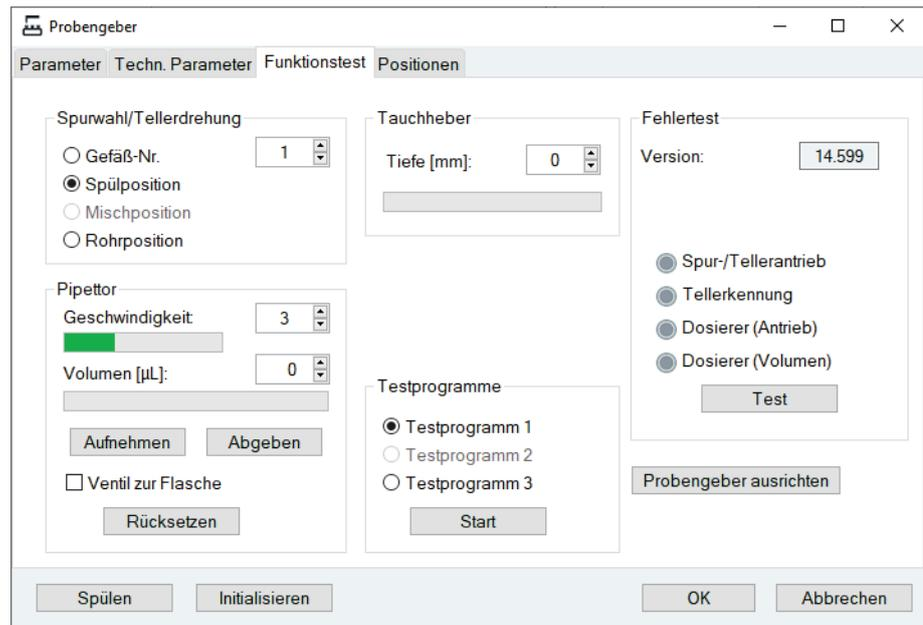

Bild 64 Fenster "Probengeber / Funktionstest" in der Software ASPECT LS
3. In ASpect LS mit  das Fenster PROBENGEBER öffnen. Auf die Karte FUNKTIONSTEST (Bild 64 S. 99) wechseln.